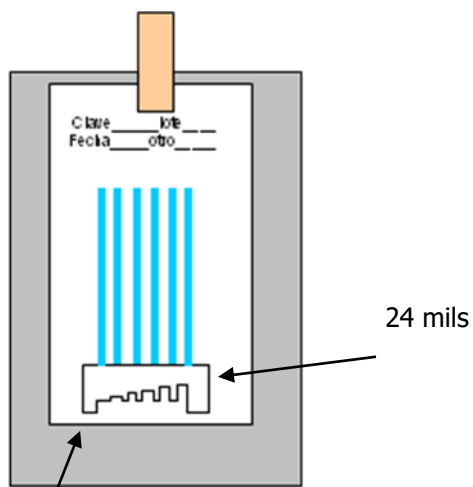
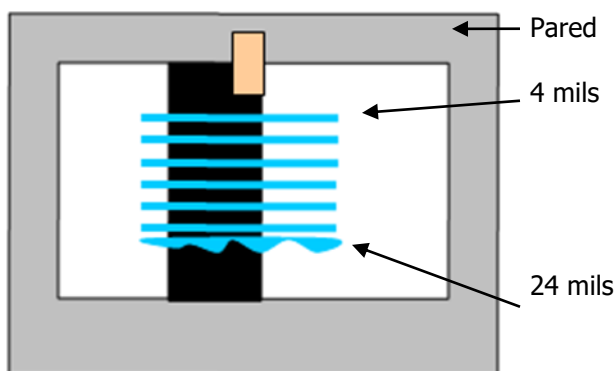

Fig. 3
Fig. 4
5. Deslizar el aplicador 30 cm a lo largo de la carta leneta (Fig. 3) e inmediatamente colocarla en posición vertical, pegándola sobre una pared (las líneas de muestra aplicada deben de quedar en posición horizontal) con la línea de espesor de película más delgado (4 mils) en la parte superior (Fig. 4).
6. Observar y registrar el espesor de película donde se observe que la muestra empieza a escurrir (Fig. 4).